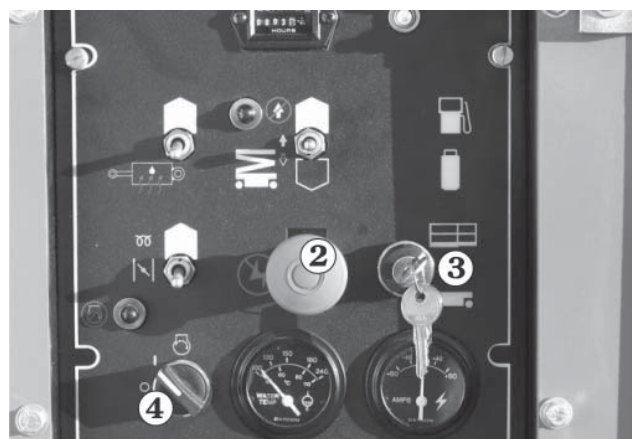

Abb. 8.16
2. Schalten Sie den **Notaus-Schalter 2** ein (obere Stellung). (Siehe Abb. 8.16)
3. Schalten Sie den **Boden-/Plattform-Wahl-Schalter 3** auf Plattform (obere Stellung) (siehe Abb. 8.16).
4. Drehen Sie den Schlüssel **4** auf ein, drehen Sie den Schlüssel **4** aber nicht auf Start (siehe Abb. 8.16).